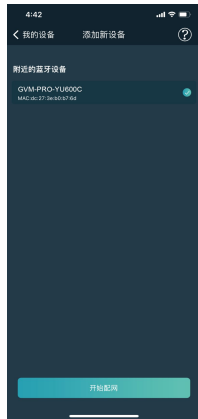

图2
调光曲线(图2): 设置调光曲线:[线性/对数/指数/S曲线]。
2. 在“我的设备”页面点击“添加设备”按钮，查找附近已开启的蓝牙灯光设备，选择需要连接的设备进行配网连接。(图2)